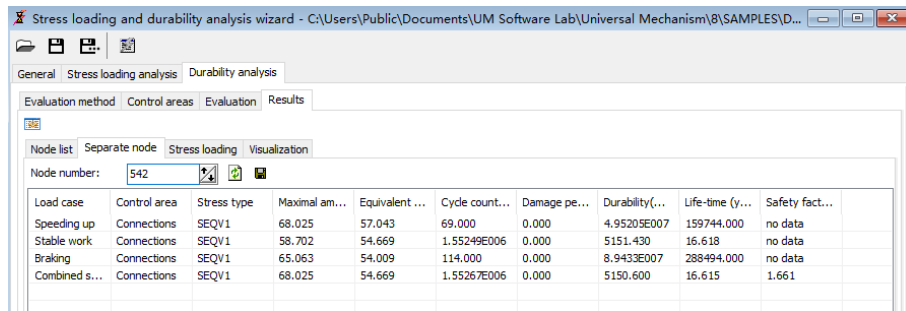

图 2.50
3. 定位到**Durability analysis | Results | Separate node**页面，选择节点**542**，由图 2.50可知，节点**542**最危险的工况为**Stable work**。